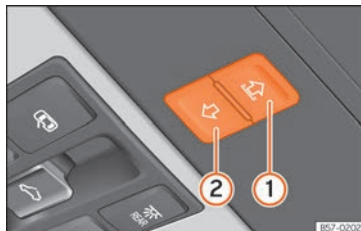

Abb. 91 Im Dachhimmel: Tasten des Sonnenschutzrollos.
Die Tasten »» **Abb. 91** **(1)** und **(2)** haben zwei Stufen. In der ersten Stufe kann das Sonnenrollo ganz oder teilweise geöffnet oder geschlossen werden.
- **Sonnenschutzrollo:** 5 Sekunden ab der Aktivierung des Einklemmschutzes verstreichen, drücken Sie die Taste »» Abb. 91 Ⓛ bis sich das Rollo vollständig schließt.